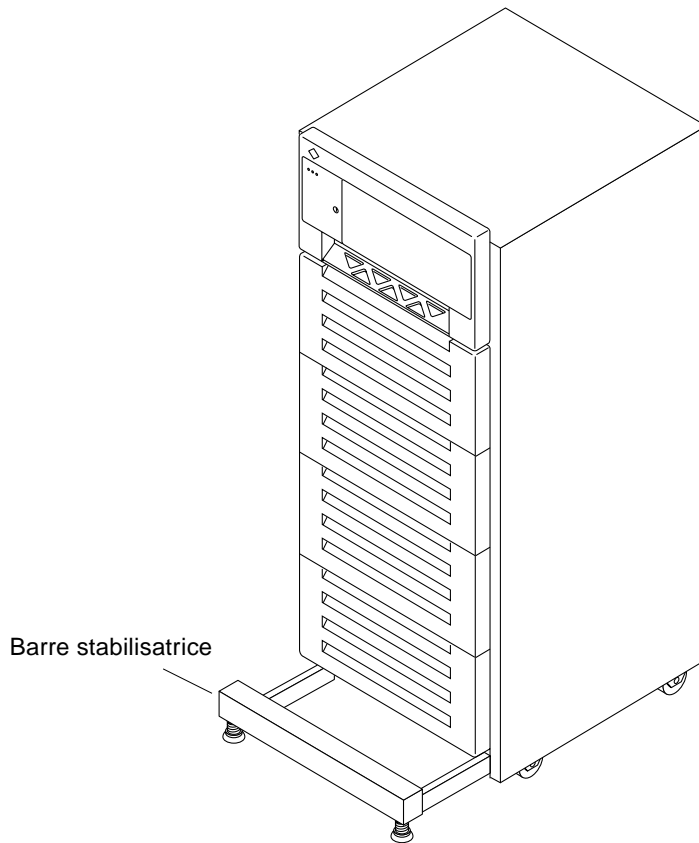

FIGURE 1-9 Barre stabilisatrice
2. Sortez entièrement la barre stabilisatrice (FIGURE 1-9) du bas de l'armoire.